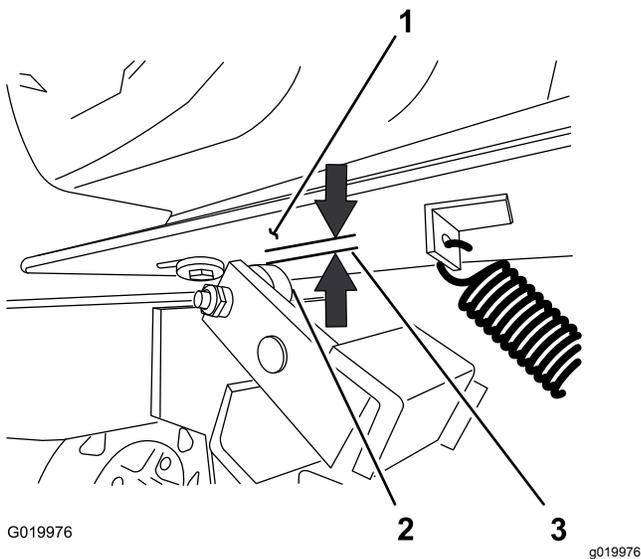

Figura 61
5. Mida la holgura entre la chapa del motor y el rodillo del embrague (Figura 61).